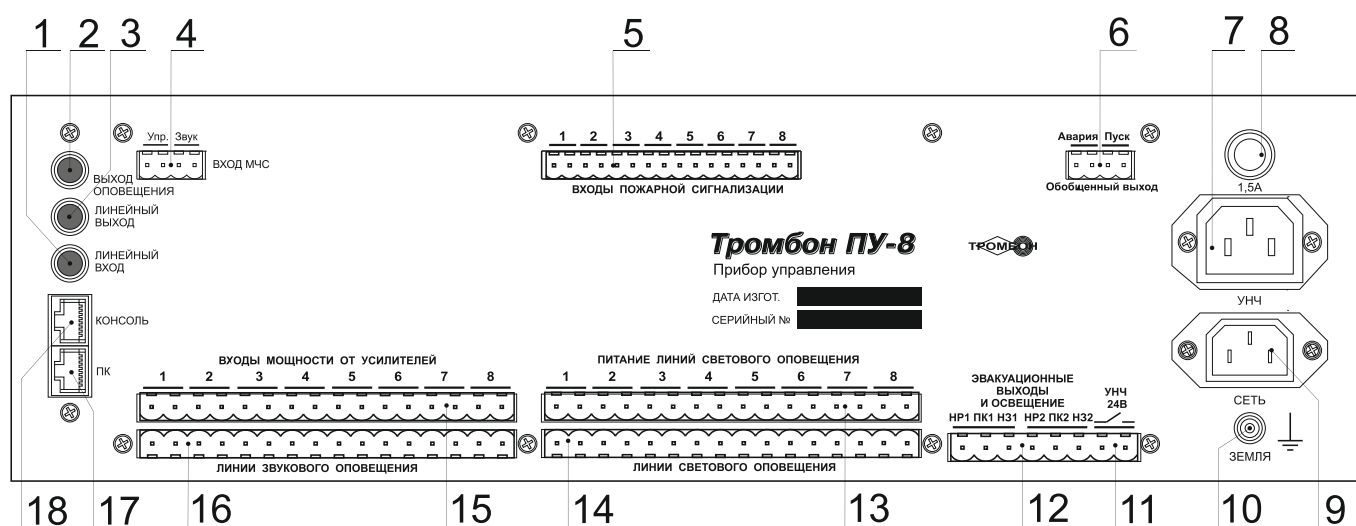

Рис. 2. Прибор управления «Тромбон ПУ-8», вид со стороны задней панели.
Прибор «Тромбон ПУ-8» имеет 8 входов пожарной сигнализации (рис. 2, поз. 5) для подключения к выходам ППКП (Прибора Приемного Контрольного Пожарного). Выходы ППКП могут быть релейным или типа «открытый коллектор».
5.1.2. Цифровое подключение к сопряженной комплексной системе безопасности через последовательный порт «ПК» с интерфейсом RS485 (рис. 2 поз. 17). Подключение выполняется кабелем «Витая пара». Назначение контактов последовательного порта «ПК» приведено в Приложении 3.
Прибор имеет специальный «ВХОД МЧС» (рис. 2, поз. 4). Вход предназначен для стыковки с блоком централизованного запуска системы оповещения МЧС (БЦЗ системы П-166 или аналогичными). Вход выполнен в виде 4-х контактного разъема. Контакты «Упр.» данного разъема – это логический вход управления Прибора (реагирующий на замыкание контактов), а контакты «Звук» - вход звукового сигнала с уровнем 0 дБ (уровень 0,775В).
Для подключения удаленных консолей предназначен специальный порт «КОНСОЛЬ» (рис. 2, поз. 18). Порт выполнен в виде 8 - контактного разъема типа RJ45. К нему можно подключать до 8-и адресных удаленные консоли типа «Тромбон УК».
- Разъем «ЛИНЕЙНЫЙ ВХОД» (рис. 2, поз. 1) предназначен для подключения к Прибору источника музыкальных программ. Вход стереофонический, используется только в режиме звукового вещания. Максимальное входное напряжение сигнала на данном входе – 250 мВ.
- Разъем «ВЫХОД ОПОВЕЩЕНИЯ» (рис. 2, поз. 2) предназначен для подключения звуковых сигналов от Прибора к входу «Оповещения» усилителя мощности. Сопротивление входа усилителя должно быть не менее 600 Ом. Максимальное напряжение звукового сигнала на данном выходе Прибора – не более 250 мВ. Схема подключения к усилителю мощности приведена в Приложении 6.
- Разъем «ЛИНЕЙНЫЙ ВЫХОД» (рис. 2, поз. 3) предназначен для подключения стереофонических звуковых сигналов от Прибора к входам усилителей мощности. Выход используется при необходимости реализации на объекте стереофонического вещания, например, для озвучивания кафе. Напряжение звукового сигнала на данном выходе не более 250 мВ.
- Разъем «ЛИНИИ ЗВУКОВОГО ОПОВЕЩЕНИЯ» (рис. 2, поз. 16) предназначен для подключения линий связи со звуковыми оповещателями. Всего Прибор имеет выходы для подключения восьми линий связи со звуковыми оповещателями с обеспечением контроля исправности. Контроль исправности может быть отключен программно. Схема подключения линий звукового оповещения к Прибору управления «Тромбон ПУ-8» приведена в Приложении 6.
- Разъем «ВХОД МОЩНОСТИ ОТ УСИЛИТЕЛЕЙ» (рис. 2, поз. 15) предназначен для подключения звуковых сигналов с выходов усилителей мощности. У Прибора имеется 8 независимых входов (по одному для каждой зоны). К данным входам Прибора допускается подключение усилителей мощности с выходными напряжениями от 15 до 240В, в зависимости от характеристик выбранных звуковых оповещателей. Прибор позволяет использовать для разных зон разные усилители, а также выходы усилителя с разными напряжениями. Схема подключения линий звукового оповещения и выходов усилителей мощности к Прибору управления «Тромбон ПУ-8» приведена в Приложении 6.
- Разъем «ВХОД ПИТАНИЯ ЛИНИЙ СВЕТОВОГО ОПОВЕЩЕНИЯ» (рис. 2, поз. 13) предназначен для подключения источников питания световых оповещателей. В Приборе допускается использование для разных линий оповещения источников питания с разными напряжениями от 12В до 220В, в зависимости от выбранных типов световых оповещателей. Схема подключения источников питания и световых оповещателей к ПУ приведена в Приложении 7.
- Разъемы «Линии светового оповещения» (рис. 2, поз. 14) предназначен для подключения линий связи со световыми оповещателями. Прибор обеспечивает контроль исправности линий связи. Контроль исправности может быть отключен программно. Схема включения линий светового оповещения приведена в Приложении 7.
5.7. Подключение эвакуационного освещения и замков эвакуационных выходов выполняется через разъем «ЭВАКУАЦИОННЫЕ ВЫХОДЫ И ОСВЕЩЕНИЕ» (рис. 2, поз. 12).
5.8. Разъем «Обобщенный выход» «Авария» и «Пуск» (рис. 2, поз. 6). На данный разъем выведены контакты двух реле. Контакты реле «Авария» замыкаются при обнаружении в системе оповещения неисправностей. Контакты реле «Пуск» замыкаются в режимах «Тревога», «Экстренный запуск» или «Трансляция МЧС».
5.9. Клемма «ЗЕМЛЯ» (рис. 2, поз. 10) предназначена для подключения Прибора к контуру заземления здания.
5.10. Разъем «СЕТЬ» (рис. 2, поз. 9) предназначен для подключения Прибора к сети питания переменного тока 220-230В 50Гц.
5.11. Разъем «УНЧ» (рис. 2, поз. 7) предназначен для подключения питания 220-230В на усилитель мощности. Напряжение на этом разъеме появляется при переходе Прибора из «Дежурного режима» в режимы «Тревога», «Экстренный запуск», «Трансляция МЧС», «Звуковое вещание» или «Звуковое вещание от удаленной консоли». В зависимости от мощности и количества усилителей в системе оповещения подключение питания к ним возможно двумя способами:
5.12. Подключение резервного питания 24В на усилитель мощности выполняется через разъем «Питание УНЧ 24В» (рис. 2, поз. 11). Контакты этого разъема замыкаются через реле при переходе Прибора из «Дежурного режима» в режимы «Тревога», «Экстренный запуск», «Трансляция МЧС» или «Звуковое вещание от удаленной консоли». Для режима «Звуковое вещание» использование источников резервного питания 24В не предусмотрено. Схема управления питанием одного усилителя мощности с одним блоком резервного питания приведена в Приложении 9. Схема управления питанием нескольких усилителей мощности с несколькими блоками резервного питания приведена в Приложении 10.
Звуковые сигналы, подаваемые на «ЛИНЕЙНЫЙ ВХОД» Прибора (рис. 2, поз 1), коммутируются на: «ВЫХОД ОПОВЕЩЕНИЯ» и «ЛИНЕЙНЫЙ ВЫХОД» (рис. 2, поз 2, 3).
Вход в режим «Трансляция МЧС» выполняется по команде, поступающей от БЦЗ, на вход управления МЧС Прибора (рис. 2, поз. 4). Команда представляет собой замыкание контактов «Упр.» на разъеме «ВХОД МЧС» на все время трансляции.